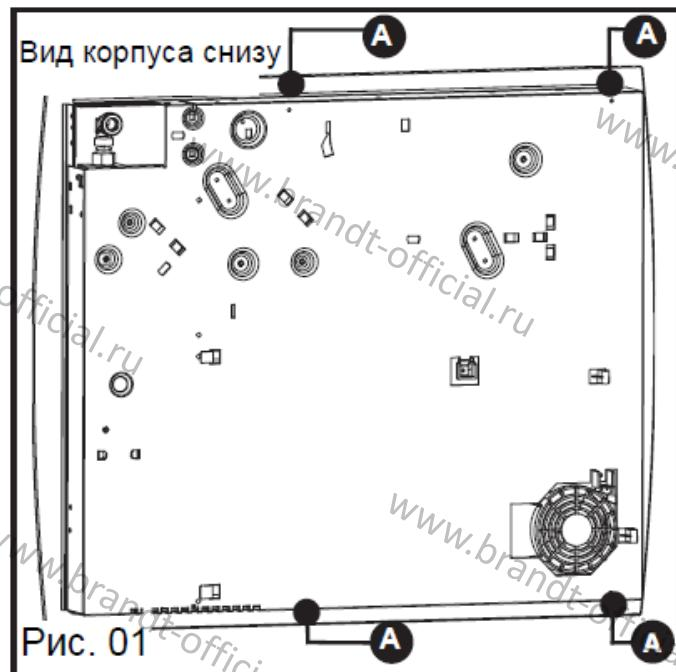

Рис. 01
- При желании Вы можете закрепить варочную панель при помощи входящих в комплект поставки крепежей и винтов (Рис. 02), которые крепятся к корпусу в точках, обозначенных А на Рис. 01.